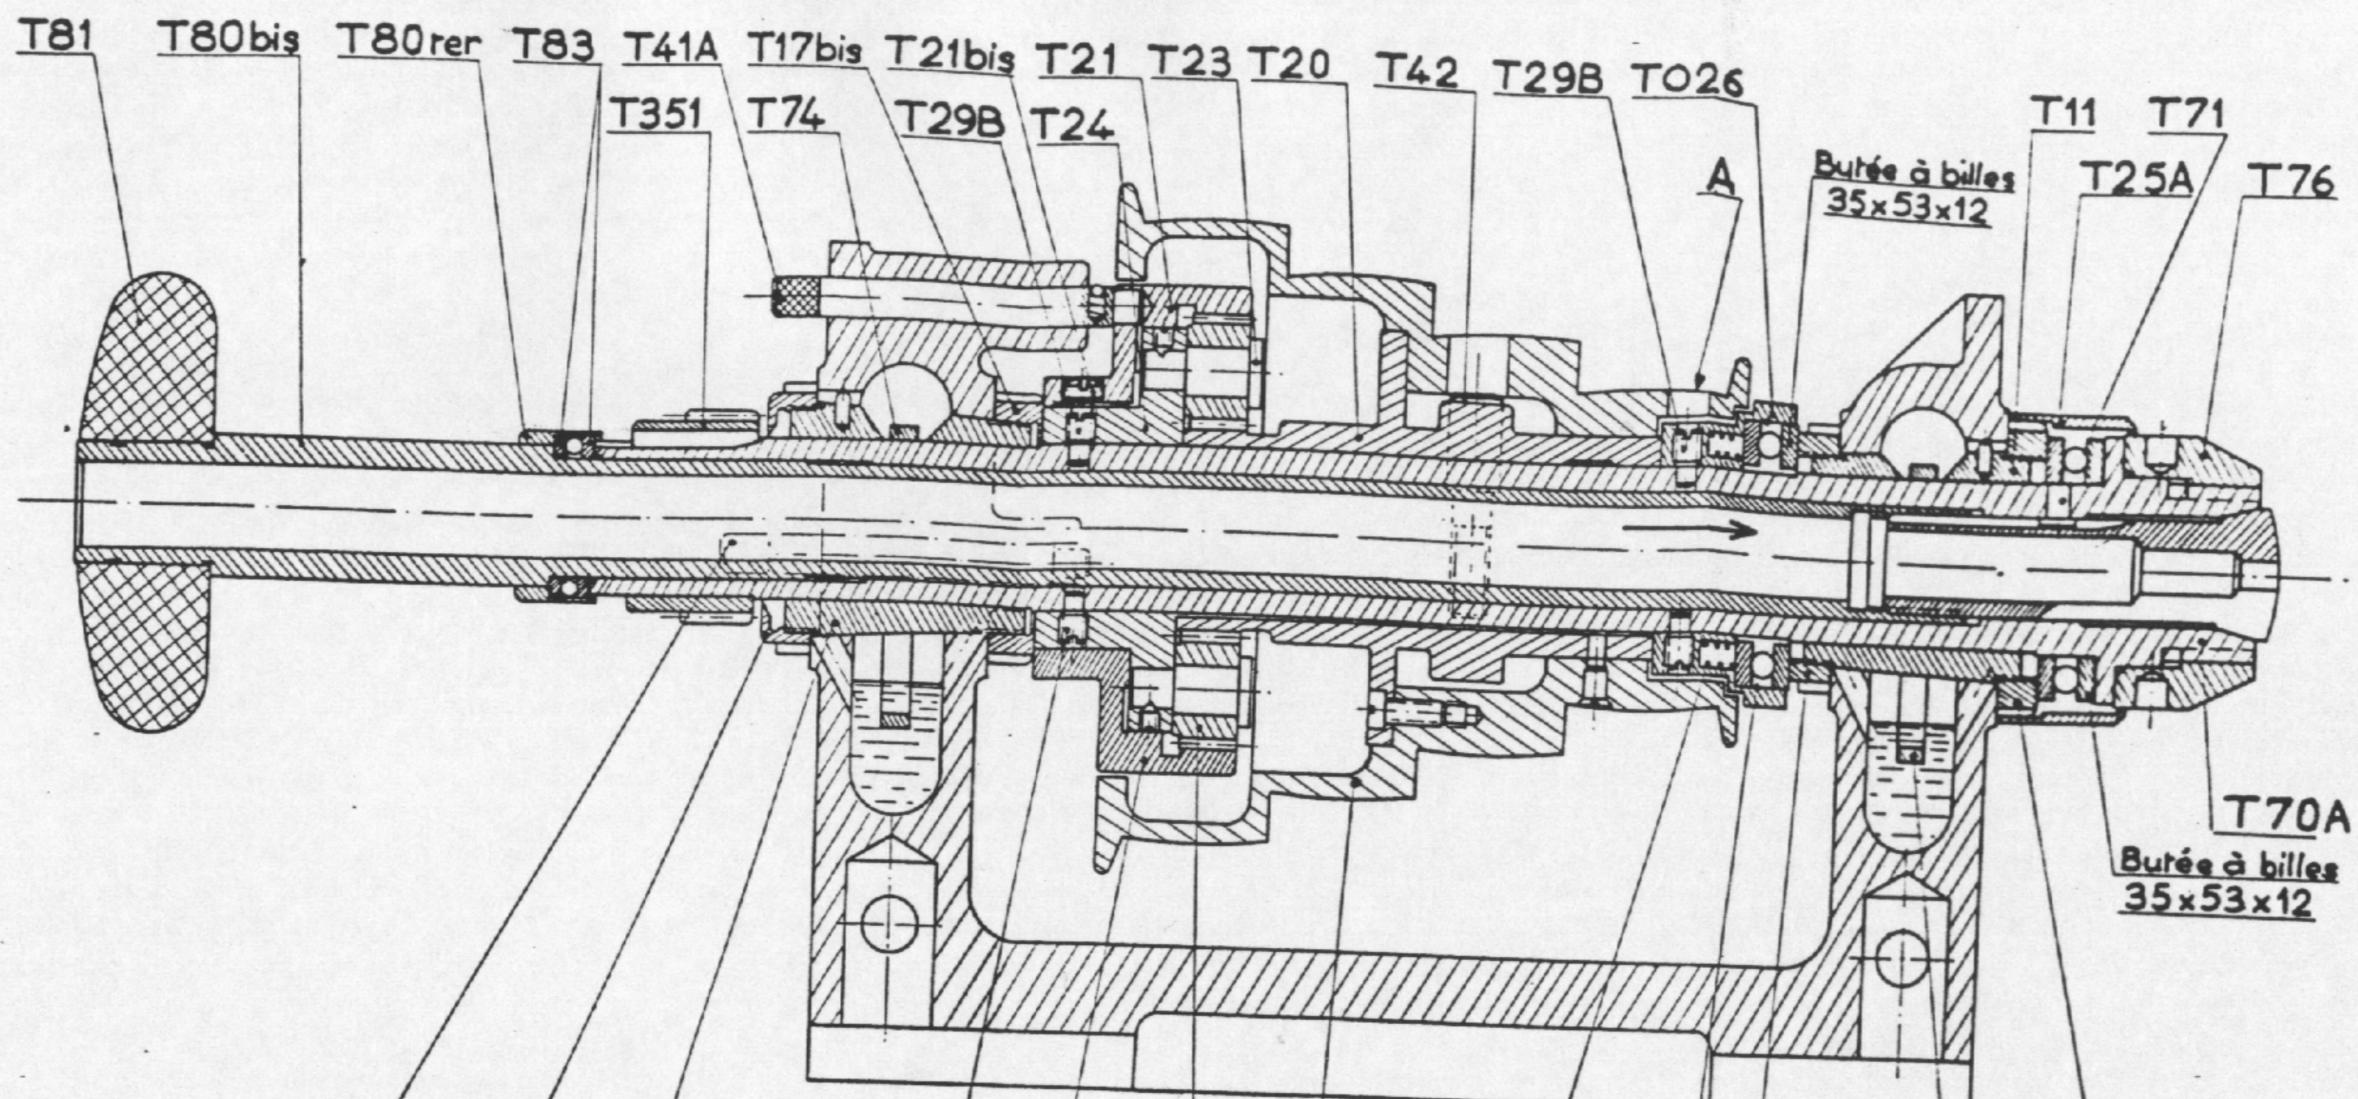

Fig. 2
POUPÉE A HARNAIS (Fig. 2)
- 2° Replacer l'arbre T 70 A en veillant à aligner sa rainure de clavette avec les 2 repères « O » ci-dessus. Veiller à ce que les 2 bagues de graissage T 74 soient en position dans les gorges des coussinets, comme l'indique la figure 2.